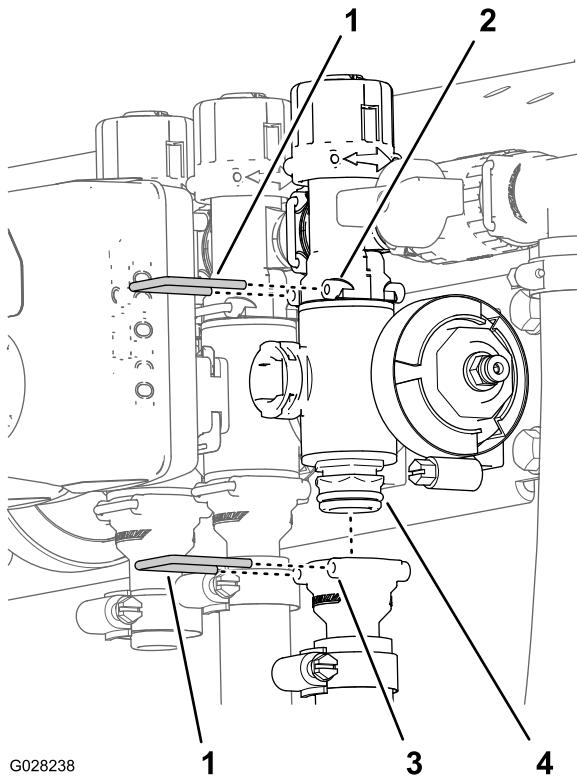

Figura 95
2. Rimuovete i fermi che fissano il raccordo di uscita al collettore per la valvola di sezione e il collettore della valvola al raccordo di bypass (Figura 95).